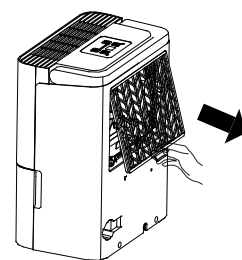

Fig. 10
- Grijp het lipje op de filter vast en trek dit omhoog en vervolgens trek je het naar buiten zoals getoond op Fig.10.